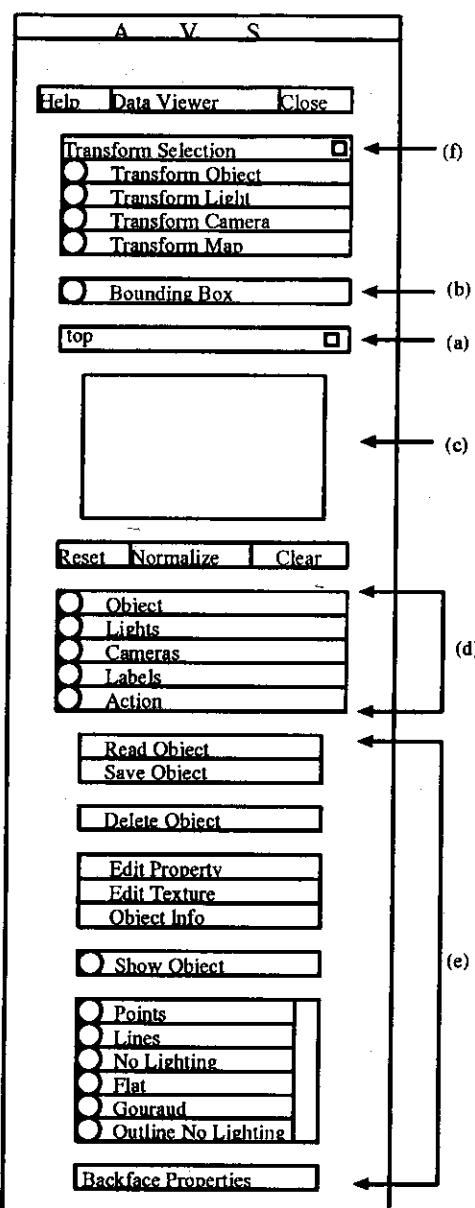
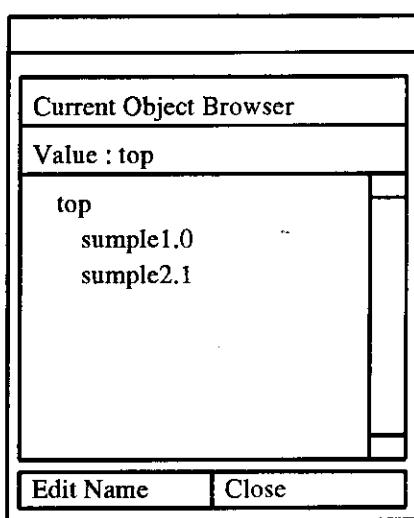

図 3.1 ジオメトリビューサブシステムのコントロールパネル
図3.3 Current Object Browser
以下のコマンドで起動します。例えばジオメトリビューサブシステムを以下のコマンドで起動すると図3.1を表示します。
各サブシステムのコントロールパネルの一番上にある Data Viewer ボタン (図 3.1) をクリックするとポップアップメニューにサブシステム名を表示します。マウスのボタンをクリックしたままで起動したいサブシステム名までカーソルを移動します。ボタンを離すとサブシステムを起動します。
コントロールパネルの Close ボタン (図 3.1) をクリックするとコントロールパネルをディスプレイ上から消去し、メインメニューに戻ります。
コントロールパネルの Close ボタン (図 3.1) をクリックするとコントロールパネルをディスプレイ上から消去します。
オブジェクトの階層を表示するには、コントロールパネルの図3.1の(a)のボタン（右側にある四角形のボタン）をクリックします。すると、Current Object Browser（図3.3）に階層構造を表示します。topをクリックすると全体のオブジェクトに対して操作をすることができ、個々のオブジェクト名をクリックするとそれぞれのオブジェクトに対して操作をすることができます。
また、Current Object Browser の Edit Name ボタン（図3.3）をクリックするとカレントオブジェクトの名前を変更することができます。
- 1) ジオメトリビューウーメニュー (図 3.1 の (d)) の Objects ボタンをクリックすると図 3.1 の (e) の部分に Objects メニューを表示します。なお、初期設定ではジオメトリビューウーサブシステムを起動した時点で Objects ボタンが選択してあるので Objects ボタンをクリックする必要はありません。
Objects メニューの Read Object ボタン (図 3.1) をクリックするとファイルブラウザが表示されます。そのファイルブラウザで Geometry データ又は Object データを読み込みます。
Objects メニューの Save Object ボタン (図 3.1) をクリックするとタイプインウィジェット (図 1.21) を表示するのでファイル名を入力し、OK ボタンをクリックします。この操作によりタイプインウィジェットで入力したファイルに保存されます。
Cameras メニューの Read Scene ボタン (図 3.1) をクリックするとファイルブラウザが表示されます。そのファイルブラウザで Scene データを読み込みます。なお Objects メニューの Read Object で読み込むこともできます。
Cameras メニューの Save Scene ボタン (図 3.1) をクリックするとタイプインウィジェットを表示するのでファイル名を入力し、OK ボタンをクリックします。この操作によりタイプインウィジェットで入力したファイルに保存されます。
通常、ジオメトリビューワーでは、オブジェクトを移動、拡大、縮小した時に途中経過のオブジェクトも順次ビューウィンドウに表示します。しかし、テクスチャマッピングなどを施して表示される複雑なオブジェクトの表示は非常に遅くなります。このような場合、Bounding Box ボタン（図3.1の(b)）をクリックすると移動、回転などの途中経過を表示せずに操作後のオブジェクトを表示します。Bounding Box ボタンは、特に描画速度の遅いシステムに便利です。
1. 図3.1の(a)をクリックすると、Current Object Browser(図3.3)を表示します。Current Object Browserに表示されているオブジェクト名をクリックすると、そのオブジェクトがカレントオブジェクトになります。
カレントオブジェクトに選択したオブジェクト名が図3.1の(a)に表示されます。また、図3.1の(c)には、選択したオブジェクト自身を表示します。
Transform Selection(図3.1)のTransform Objectボタンをクリックしてから幾何変換を行ないます。初期設定では、Transform Objectが選択されています。
Transform Selection(図3.1)のTransform Lightボタンをクリックしてから幾何変換を行ないます。
Transform Selection(図3.1)のTransform Cameraボタンをクリックしてから幾何変換を行ないます。
Transform Selection(図3.1)のTransform Textureボタンをクリックしてから幾何変換を行ないます。